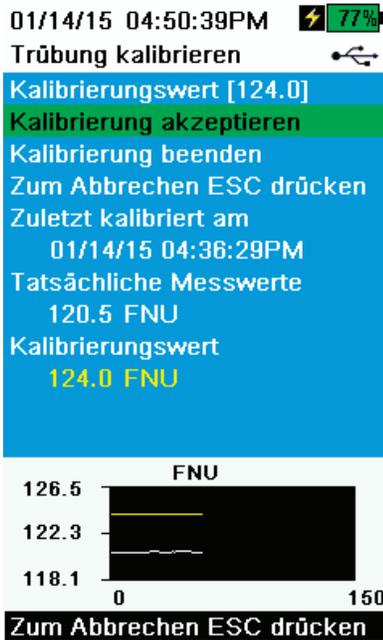

Abbildung 54 Trübung kalibrieren
10. Beobachten Sie die aktuellen Messwertanzeigen hinsichtlich Stabilität (weiße Linie in der Graphik zeigt für 40 Sekunden keine bedeutende Änderung) und wählen Sie dann **Accept Calibration (Kalibrierung annehmen) aus** (Abbildung 54). Im Bereich Sofortnachrichten erscheint „Ready for cal point 3“ (Fertig für Kalibrierungspunkt 3).